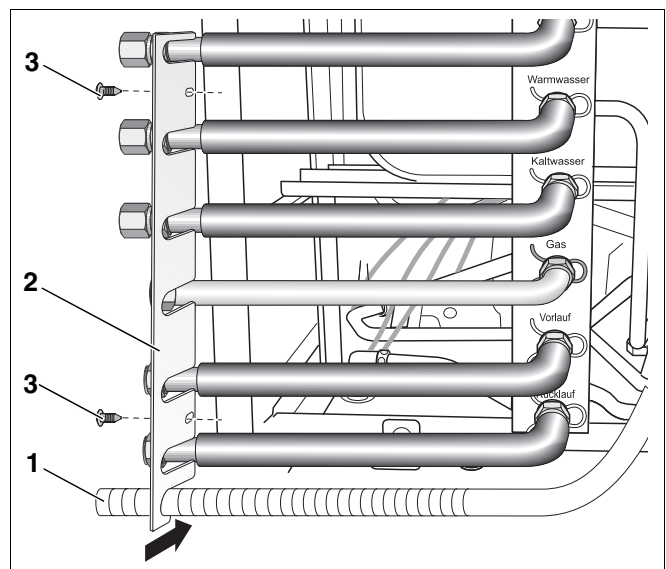

Abb. 6 Seitliche Arretierung montieren
Die seitliche Arretierung für die Anschlüsse verfügt zusätzlich über eine Aussparung für den Kunststoff-Wellenschlauch (Ableitung Kondensat) (Abb. 6, **Pos. 1**).
- Kunststoff-Wellenschlauch Abb. 6, **Pos. 1** durch die seitliche Arretierung (Abb. 6, **Pos. 2**) führen.
- Seitliche Arretierung (Abb. 6, **Pos. 2**) mit 2 Flachkopfschrauben ST3,9 \times 9,5 (Abb. 6, **Pos. 3**) an der Rückwand des Heizkessels befestigen.